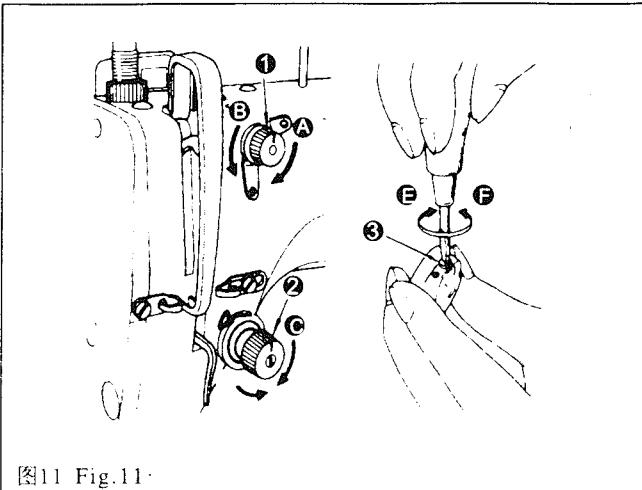

图11 Fig.11
7. 夹线器(图11)
7. THREAD TENSION (Fig. 11)